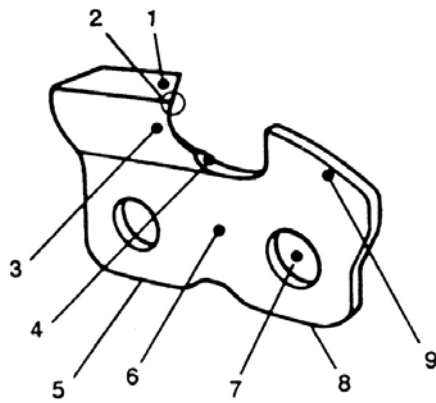

Fig. 4-1
**SCHÄRFEN DER KETTE Schneidzahnerteile (Fig. 4-1,2)**